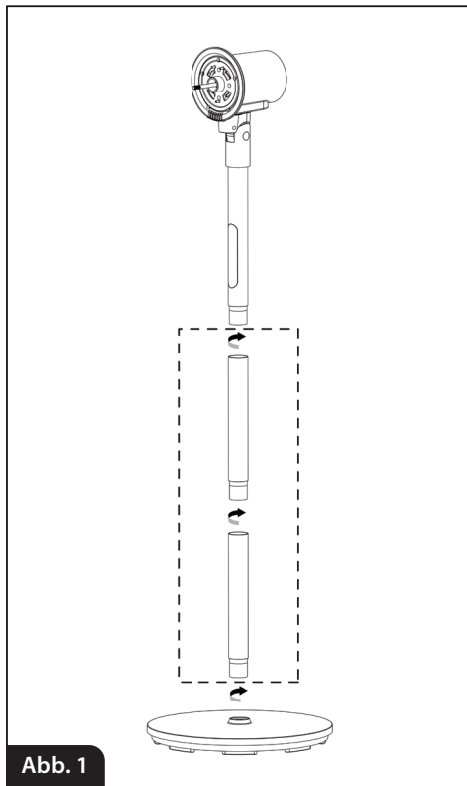

Abb. 1
1. Stellen Sie den Lüftersockel (10) auf eine ebene, ebene und trockene Oberfläche.
2. Schrauben Sie je nach bevorzugter Lüfterhöhe ein oder zwei Verlängerungsröhre (9) in den Lüftersockel (10) ein (Bild 1).
3. Dann schrauben Sie den Lüfterkopf mit dem Bedienfeld (8) auf das Rohr (9) (Abb.1).